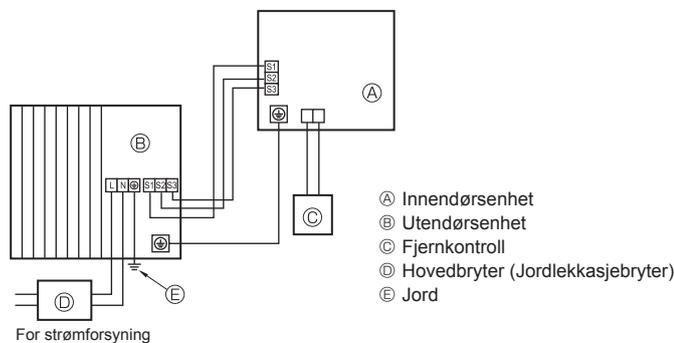
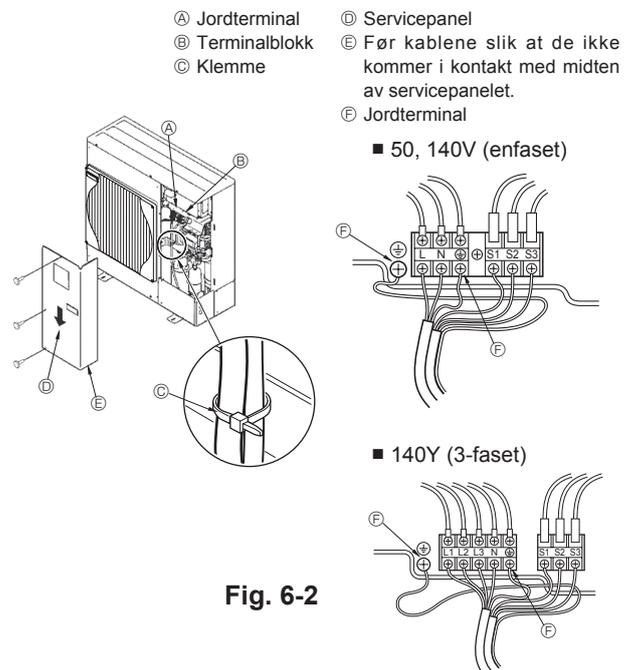

Fig. 6-1
Fig. 6-2
6.1. Utendørsenhet (Fig. 6-1, Fig. 6-2)
- 2 Legg kablene ved å se på Fig. 6-1 og Fig. 6-2.